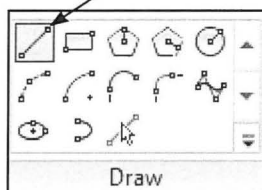

Fig. 14.14. Vælg mellem forskellige tegneredskaber.
- Vælg evt. et andet tegneredskab *Line* er automatisk valgt (Fig. 14.14).